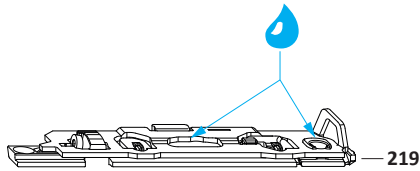

Рис. 1
Монтаж углового подшипника (219) на БСУ (Рис. 1).
Указание: при углублении в пазу створки от $> 13,5$ мм (рис. 1) установить "MV ALU-DK/TBT A0172"!